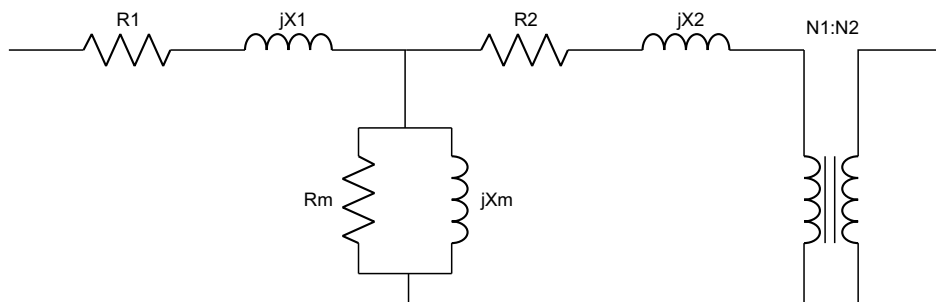

Figura 3: Modelo de Transformador
- Considere os seguintes parâmetros para os Transformadores, conforme Figura 3: $R1 = 7,6m\Omega$, $X1 = 3,8m\Omega$, $R2 = 33,9m\Omega$, $X2 = 0,85m\Omega$, $Rm1 = 4320\Omega$, $Xm1 = 5050\Omega$, $Rm2 = 432000\Omega$, $Xm2 = 505000\Omega$, $Rm3 = 402000\Omega$ e $Xm3 = 607000\Omega$.